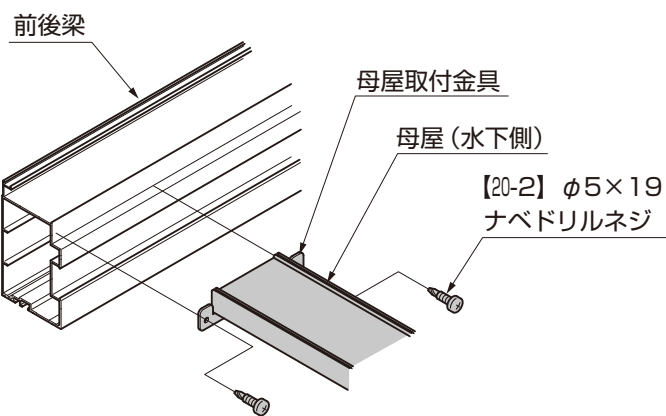

図13-4 母屋の取付け (水下側)
④母屋（水下側）も同様に母屋取付金具を、前後梁に【20-2】で取付けてください。（図13-4参照）